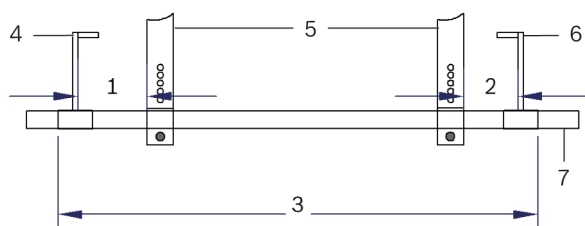

図 2: ディスタンスホルダー
- ▶ 「ツールの荷重」表に従って、最大荷重を超えないようにし、図 2 の距離測定に従ってください。
- ▶ トラバーサー T40092/1 のみを 2 個のカウンター ベ어링 T40092/2 および T40092/3 と併用してください。サポート T40091/2 はトラバーサー上でサポートされます (図 2)。